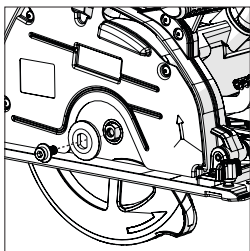

Fig. 5
- Îndepărtați și depozitați în siguranță șurubul discului și flanșa exterioră. (**Fig. 5**)